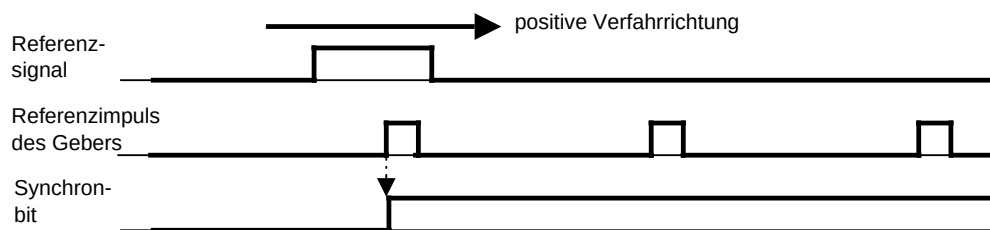
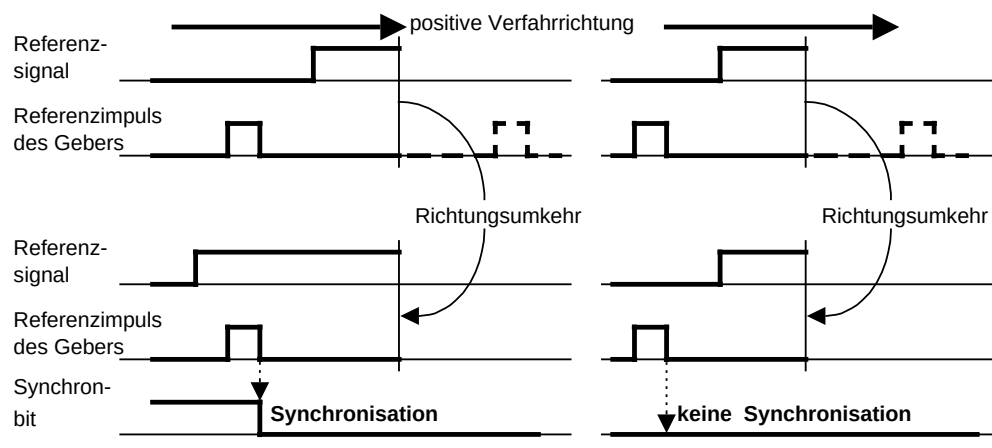

Bild 15.17 Lage des Referenzpunkts (Synchronbit 0 --> 1) im Bereich des Referenzsignals
Bild 15.19a **Synchronisation** (Synchronbit 0 --> 1)
- Der erste von der Baugruppe erkannte Referenzimpuls nach der steigenden Flanke des Referenzsignals führt zur Synchronisation (--> Bild 15.17, Bild 15.19a).